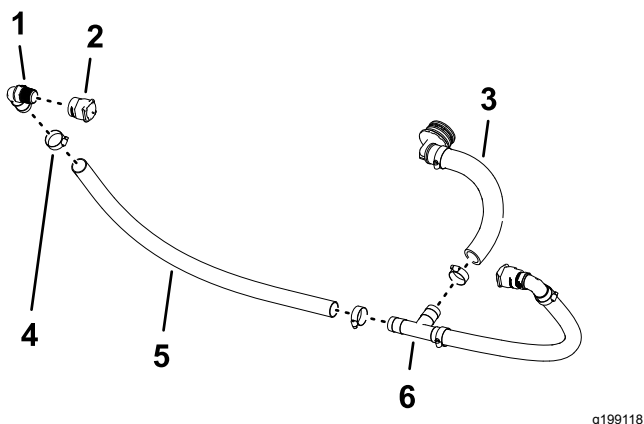

Рисунок 90
2. Установите быстроразъемный штуцер (гнездо – 3/4 дюйма) на прямоугольный штуцер типа «елочка» (NPT 1-3/4 дюйма), как показано на Рисунок 90.
3. Установите прямоугольный штуцер типа «елочка» (NPT 1-3/4 дюйма) в шланг (1 x 26 дюймов) и закрепите шланг на штуцере с помощью шлангового хомута (Рисунок 90).
4. Наденьте свободный конец шланга на тройник, как показано на Рисунок 90, и закрепите шланг на тройнике шланговым хомутом.
6. Установите прямоугольный штуцер типа «елочка» в сборе со шлангом на тройник и закрепите шланг на тройнике с помощью шлангового хомута (Рисунок 90).